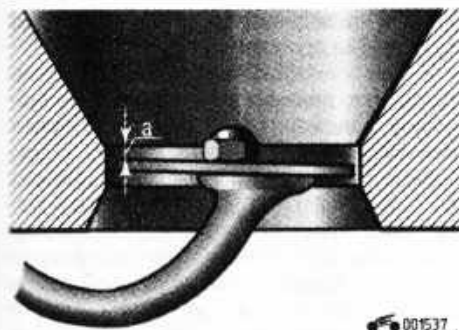

Рис. 4.70. Измеритель потока воздуха: а – контрольный размер
4. Поднимите пластину (рис. 4.70) измерителя потока воздуха и убедитесь, что она перемещается с одинаковым сопротивлением по всей длине рабочего хода.
6. Убедитесь, что верхняя часть чувствительной пластины установилась на одном уровне с верхней частью диффузора или ниже на 0,5 мм ($a = 0-0,5$ мм) (см. рис. 4.70).
8. Проверьте исходное положение пластины измерителя расхода воздуха. Верхняя часть пластины должна быть ниже верхнего края диффузора ($a = 1,9-3,0$ мм) (см. рис. 4.70).